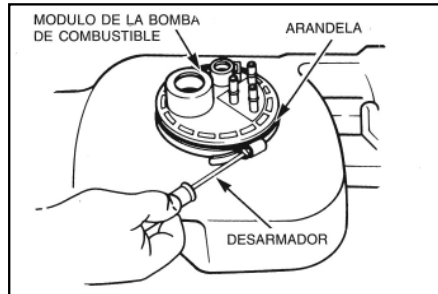

figura 1
- B) Debido a que los módulos están sometidos bajo presión de resortes, es necesario detanarlos en su lugar mientras remueve las abrazaderas (Ver figura 1), después de remover la abrazadera, con cuidado, suelte despacio el módulo permitiendo que se levante.